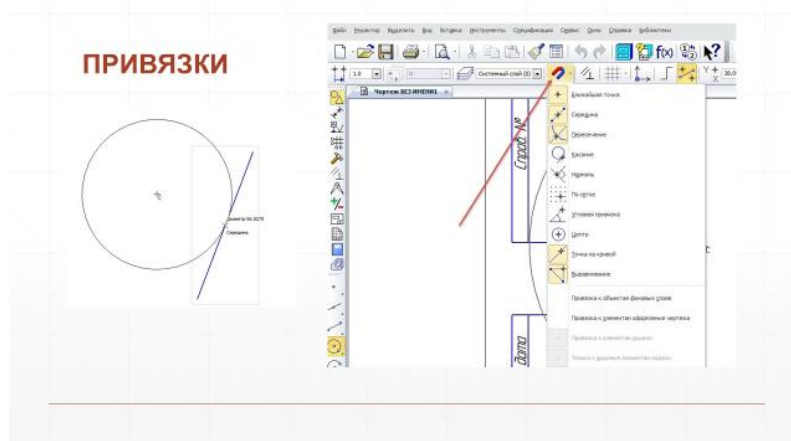

Рис.3 Глобальные привязки
- включить на панели текущего состояния кнопку «Привязки» - установить привязку по СЕРЕДИНЕ и нажать ОК. Для построения использовать привязки (рис.3).
На этой панели расположены кнопки, позволяющие обратиться к командам простановки **размеров и технологических обозначений** (рис.3). Для вызова какой-либо команды необходимо нажать соответствующую кнопку панели: линейные размеры, радиус, угловые размеры и т.д. Размеры на чертежах наносятся согласно ГОСТ 2.307-2011 Правила нанесения размеров на чертежах: